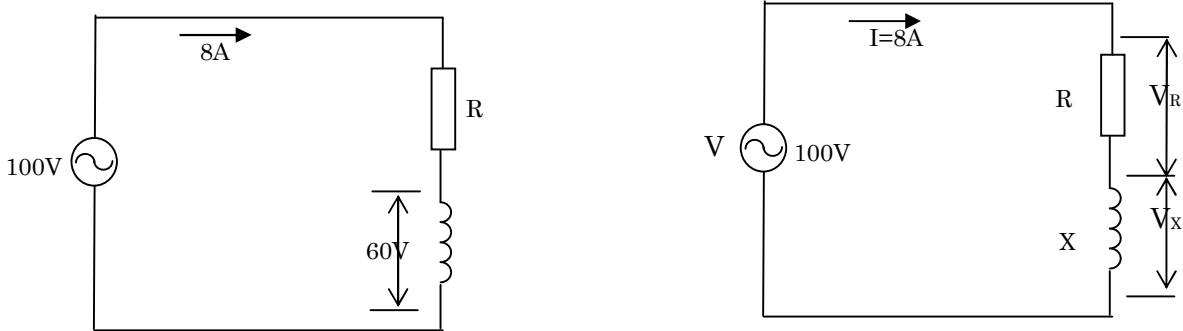

図 19-3
また、図 19-3 で示す R , X に加わる電圧 V_R , V_X と全体の電圧 V の関係は、
1) 図 19-3 および上式 ① より